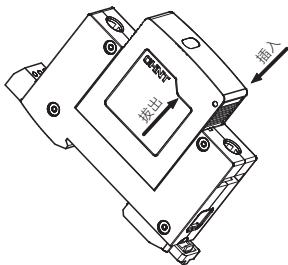

图9 更换保护模块示意
- 更换保护模块时，应沿垂直方向拔出，不得左右上下摇摆，插入新模块时应沿垂直方向插入，并检查规格型号是否相符，如有阻塞不得强行插入，可能是规格型号不符或方向不正确，应进行调整，如图9。